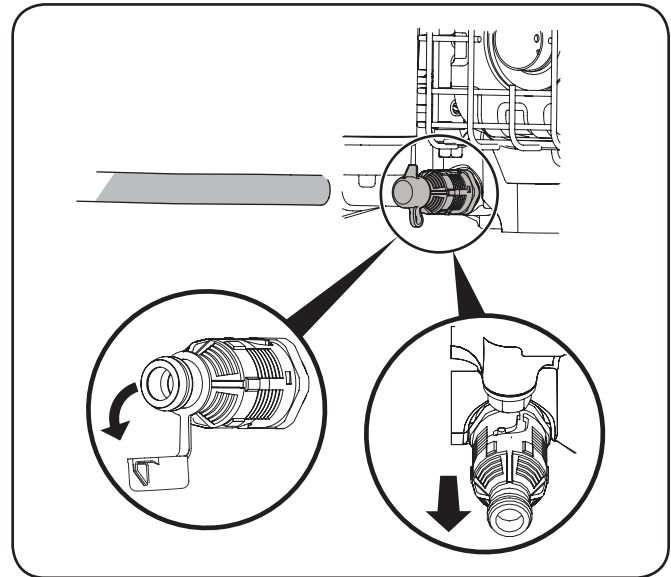

Figure 6-2
4. Retirez le capuchon protecteur de la soupape de vidange. Voir Figure 6-2.
7. Tournez la soupape du bouchon de vidange d'huile un quart de tour vers la gauche tout en la tirant vers l'extérieur pour ouvrir la soupape de vidange d'huile. Voir Figure 6-2.